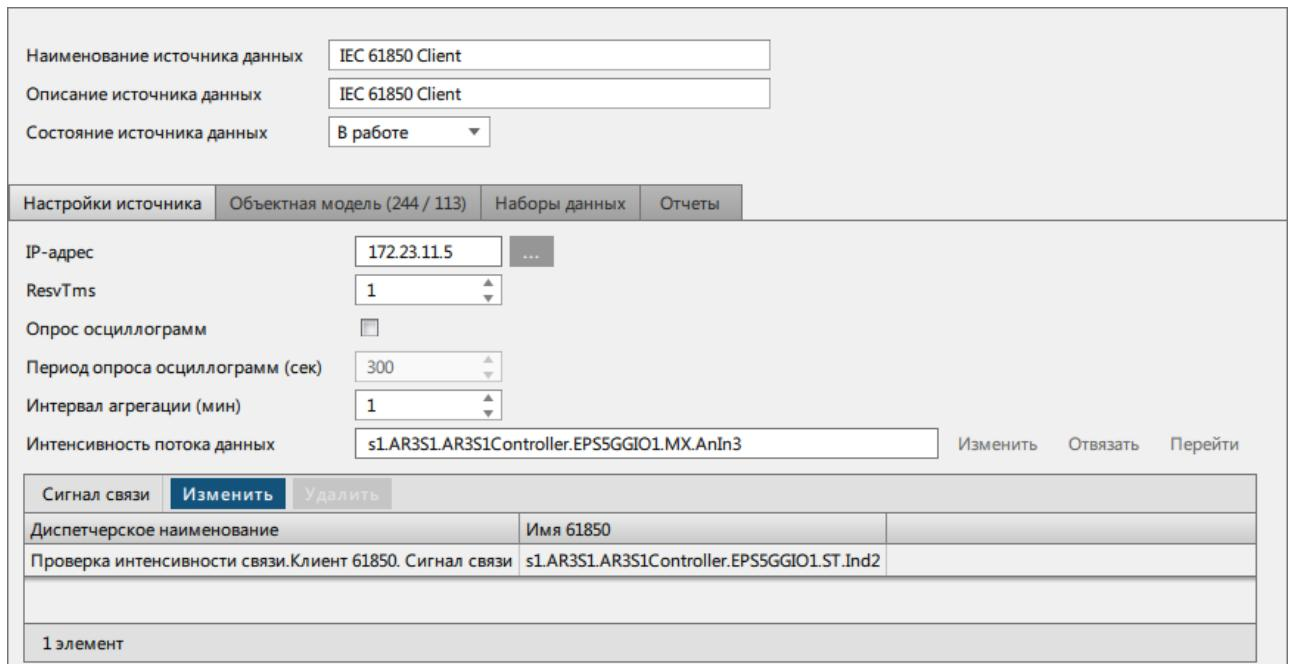

Рисунок 202 - Настройки источника
5. Отредактируйте настройки источника при необходимости (Рисунок 202). Описание параметров представлено в Таблице 30.